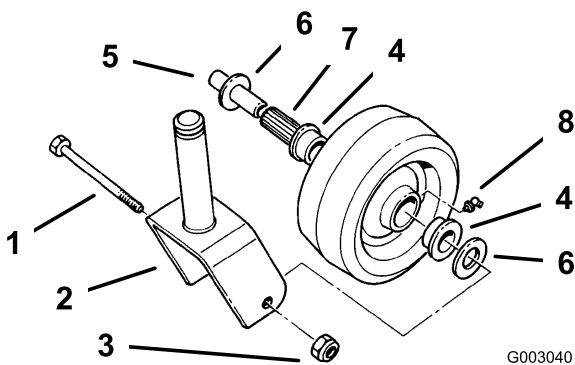

Figura 37
1. Retire la contratuerca y el perno que sujetan la rueda giratoria a la horquilla (Figura 37).
2. Retire un solo casquillo y tire del casquillo intermedio y del cojinete de rodillos para sacarlos del cubo de la rueda (Figura 37).
3. Retire el otro casquillo del cubo de la rueda y limpie la grasa y la suciedad del cubo de la rueda (Figura 37).
4. Inspeccione el cojinete de rodillos, los casquillos, el casquillo intermedio y el interior del cubo de la rueda para comprobar que no están desgastados. Cambie las piezas defectuosas o desgastadas (Figura 37).
5. Para montar el conjunto, coloque un casquillo en el cubo de la rueda. Engrase el cojinete de rodillos y el casquillo intermedio y deslícelos en el cubo de la rueda. Coloque el segundo casquillo en el cubo de la rueda (Figura 37).
6. Instale la rueda giratoria en la horquilla y fíjela con el perno y la contratuerca. Apriete la contratuerca hasta que el casquillo intermedio se apoye contra el interior de las horquillas de las ruedas giratorias (Figura 37).